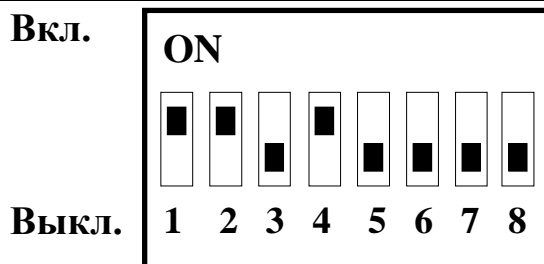

Рис. 5. Переключатель программирования
- открыть крышку ЦП, закрывающую доступ к разъёмам внешних соединений, и установить на переключателе программирования, расположенного в ЦП, движки первого, второго и четвёртого разряда в положение "Вкл." (вверх), а движки остальных разрядов должны быть установлены в положение "Выкл." (вниз) согласно рис.5;